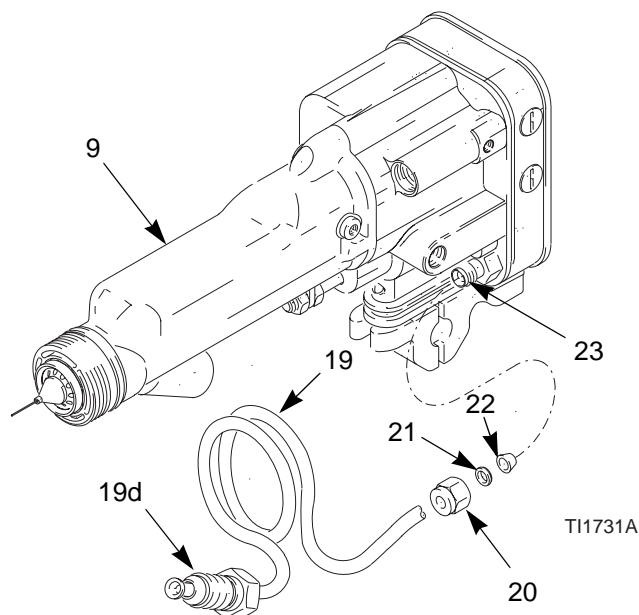

Fig. 10. Kit de conversion HC
1. Couper l'arrivée d'air à la turbine (TA).
4. Enlever le circlip (1), le chapeau d'air (3) et le capotage (2).
5. Voir le plan éclaté du modèle 244589, page 45. Desserrer les deux écrous (20) et démonter le tuyau à produit (19) ainsi que les bagues (21, 22). Démontez les autres pièces (14, 15, 16, 17, 18) à l'entrée du canon.
6. Mettre les spires du tuyau hc (19) sur le canon du pistolet (9).
7. Veiller à ce que le filetage du canon soit propre et sec. Enduire le raccord (19d) et les joints toriques de graisse diélectrique réf. Graco 116553. Visser le raccord sur l'entrée du canon. Voir Fig. 10.
8. Enfiler l'écrou (20) et les bagues (21, 22) sur le tuyau spiralé (19). Introduire l'extrémité du tuyau dans le raccord (23). Veiller à ce que les bagues soient bien en place sur le raccord. Serrer l'écrou (20).